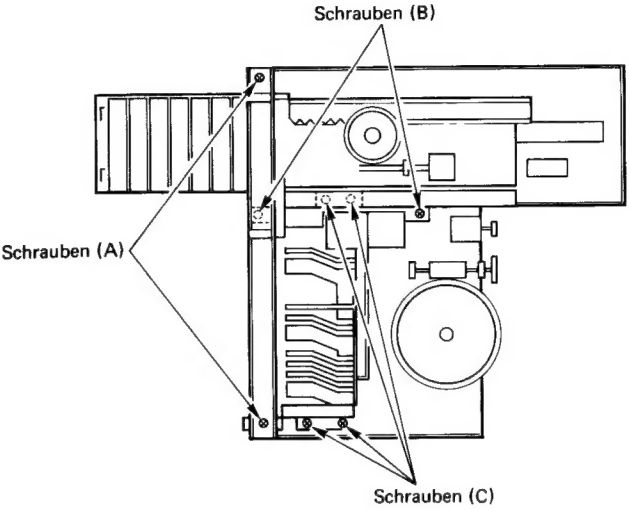

Abb. 5
- 1) Die beiden Schrauben (A) und danach die Cassetten-transport-schiene entfernen.
- 2) Die beiden Schrauben (B) und danach den Cassettenhalter entfernen.
- 3) Die vier Schrauben (C) entfernen. (Abb. 5)